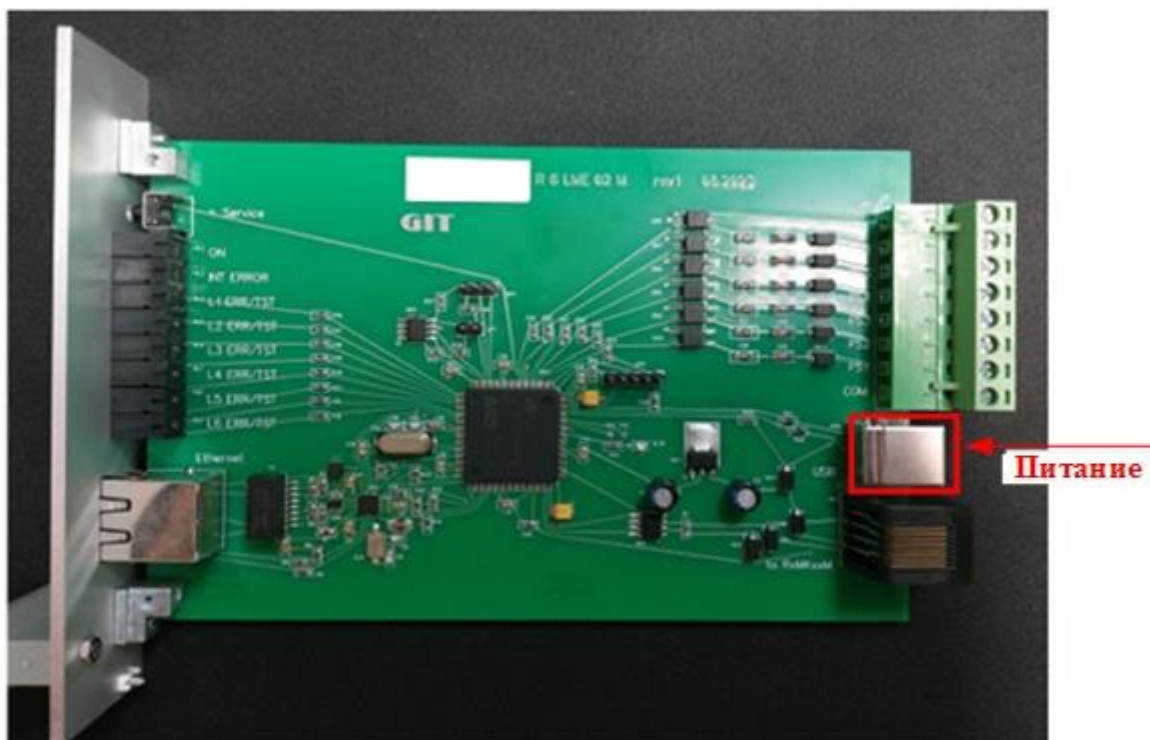

Рисунок 4 – Электропитание узла печатного R 6 LME 02 M
5.1 Подайте электропитание на узел печатный R 6 LME 02 M. Для удобства допускается питание узла печатного напряжением 5 В через разъём USB B (XP6) от разъёма USB персонального компьютера (рисунок 4).